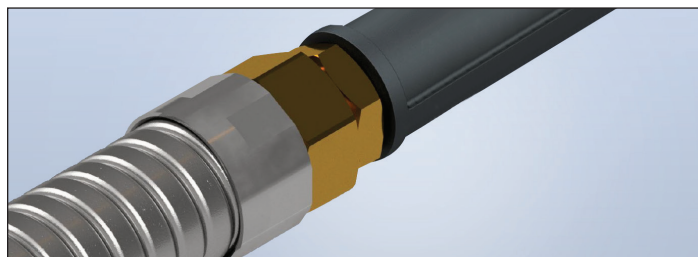

Figure 1-12
8. Vissez la conduite flexible dans l'adaptateur de conduite flexible jusqu'au bout. La conduite flexible sera ainsi fixée au raccord (figure 1-12). **AUCUNE fixation ni colle supplémentaire n'est nécessaire!**